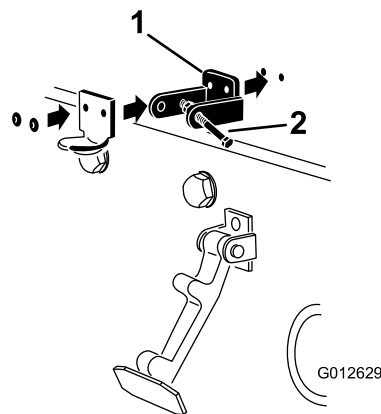

Figura 7
3. Mentre allineate i fori di montaggio, posizionate la staffa di bloccaggio CE e la staffa del fermo del cofano sul cofano. La staffa di bloccaggio deve essere contro il cofano (Figura 7). Non togliere il gruppo bullone e dado dal braccio della staffa di bloccaggio.
5. Rivettate le staffe e le rondelle al cofano (Figura 7).